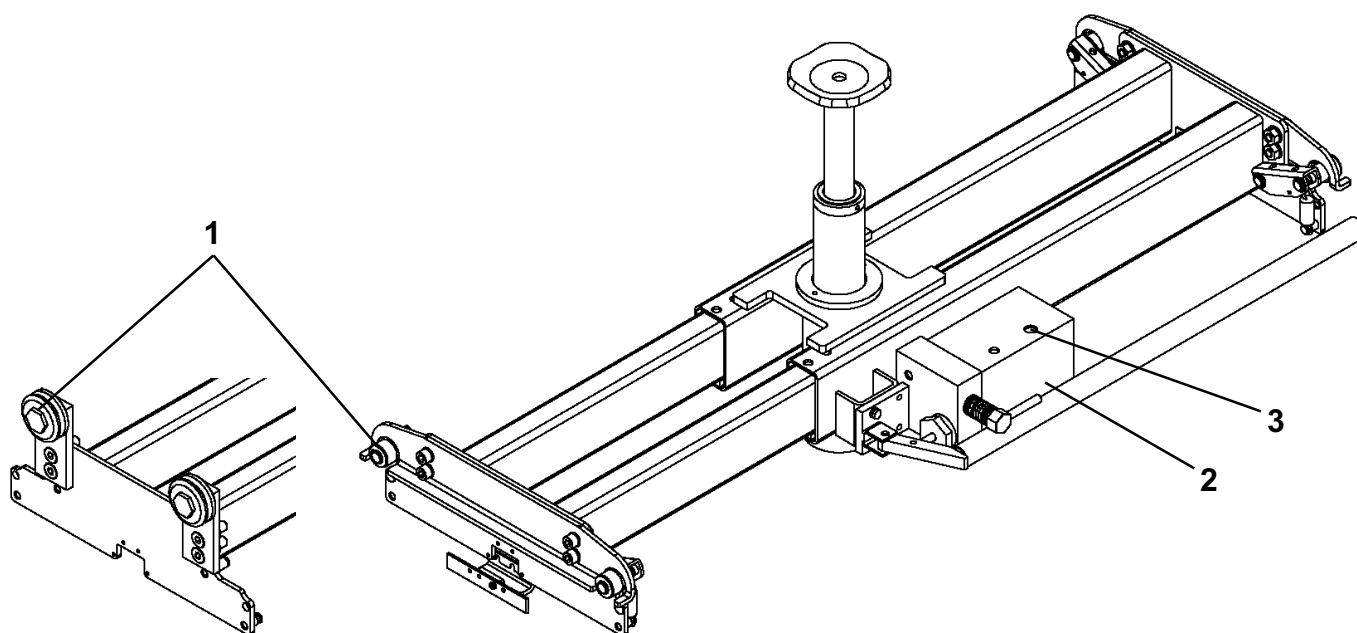

Fig. 12
- Le parti mobili devono essere pulite e ben lubrificate (**XM2 ISO 3498**), esempio 1 (Fig.12).
Controllare ogni 50 ore di lavoro il livello dell'olio all'interno del serbatoio della pompa idraulica **2** (Fig.12) di comando della traversa ed eventualmente ripristinarlo nel modo seguente: